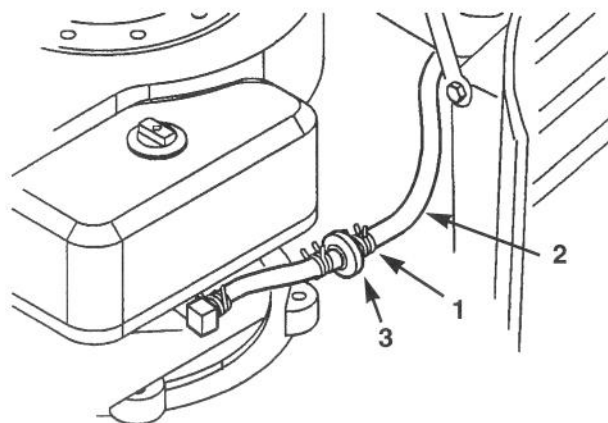

Figure 24
3. Pincer les extrémités du collier de serrage et les faire coulisser le long du flexible d'alimentation vers le réservoir (Fig. 24).
4. Retirer le flexible d'alimentation du filtre (Fig. 24) et laisser l'essence s'écouler dans un récipient.
3. Pincer les extrémités des colliers de serrage et les éloigner du filtre (Fig. 24).